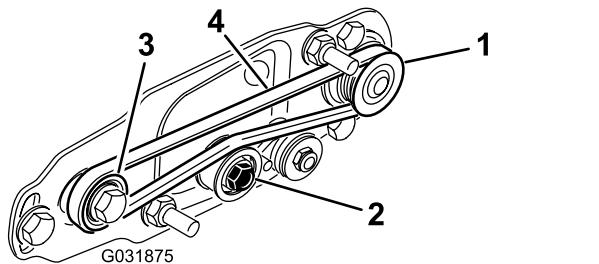

Figure 26
- Passez la courroie autour de la poulie d' entraînement puis sur le dessus de la poulie de tension (Figure 26).
- Commencez à installer la courroie sur la poulie menée (Figure 26).